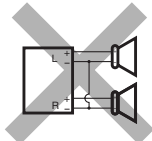
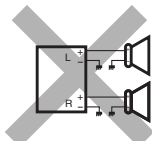
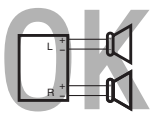

Fig. 1
Fig. 2
Fig. 3
- **If the speaker wiring in your car is as illustrated in Fig. 1 and Fig. 2 below, DO NOT connect the unit using that original speaker wiring.** If you do, the unit will be seriously damaged. Redo the speaker wiring so that you can connect the unit to the speakers as illustrated in Fig. 3.
- **If the speaker wiring in your car is as illustrated in Fig. 3,** you can connect the unit using the original speaker wiring in your car.
- **Si el conexionado de altavoz de su automóvil es como se indica en las Figs. 1 y 2 de abajo,** NO conecte la unidad utilizando ese conexionado de altavoz original. Si lo hace, se producirán daños graves en la unidad.
Vuelva a efectuar el conexionado de altavoz de manera que pueda conectar la unidad a los altavoces de la manera indicada en la Fig.3.
- **Si el conexionado de altavoz de su automóvil es como se indica en la Fig. 3,** podrá conectar la unidad utilizando el conexionado de altavoz original de su automóvil.
- **Si le câblage des enceintes de votre voiture est réalisé comme montré sur la Fig. 1 ou Fig. 2 ci-dessous, NE CONNECTEZ PAS l'appareil en utilisant ce câblage original d'enceintes. Si vous le faites, l'appareil sera sérieusement endommagé.**
Recommencez le câblage des enceintes de façon que vous puissiez connecter l'appareil aux enceintes comme montré sur la Fig. 3.
- **Si le câblage des enceintes de votre voiture est comme montré sur la Fig. 3, vous pouvez connecter l'appareil en utilisant ce câblage original d'enceintes pour votre voiture.**